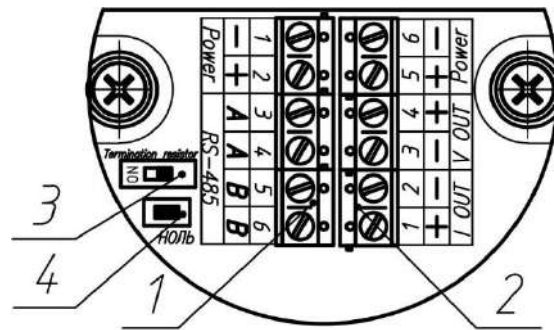

Рисунок 2.12 – Клеммная колодка датчиков с выходным сигналом 485 по таблице 1.4
2.5.5.10 При подключении датчика с кодом выходного сигнала 485 по таблице 1.4 при использовании выходного сигнала по интерфейсу RS-485 в целях согласования линии связи возможно подключение встроенного терминального (концевого) резистора сопротивлением 120 Ом, мощностью 0,25 Вт. Подключение встроенного терминального (концевого) резистора осуществляется с помощью переключения движкового переключателя поз. 3 рис. 2.12 в положение «on».
- нажать и удерживать в нажатом состоянии кнопку «Ноль» от 1 до 5 с (поз. 27, рис. 1.1 или поз. 4 рис. 2.12), при этом выходной сигнал датчиков ДИ, ДВ, ДГ и ДД установится в начальное значение, а датчиков ДИВ установится в значение соответствующее атмосферному давлению;
- нажать и удерживать в нажатом состоянии кнопку «Ноль» от 1 до 5 с (поз. 27, рис. 1.1 или поз. 4 рис. 2.12), при этом выходной сигнал датчика установится в начальное значение;
- нажать и удерживать в нажатом состоянии кнопку «Ноль» от 6 до 10 с (поз. 27, рис. 1.1 или поз. 4 рис. 2.12), при этом выходной сигнал датчика установится в первоначальное значение.
- нажать и удерживать в нажатом состоянии кнопку «Ноль» от 11 до 15 с (поз. 27, рис. 1.1 или поз. 4 рис. 2.12), при этом произойдет корректировка выходного сигнала датчика.